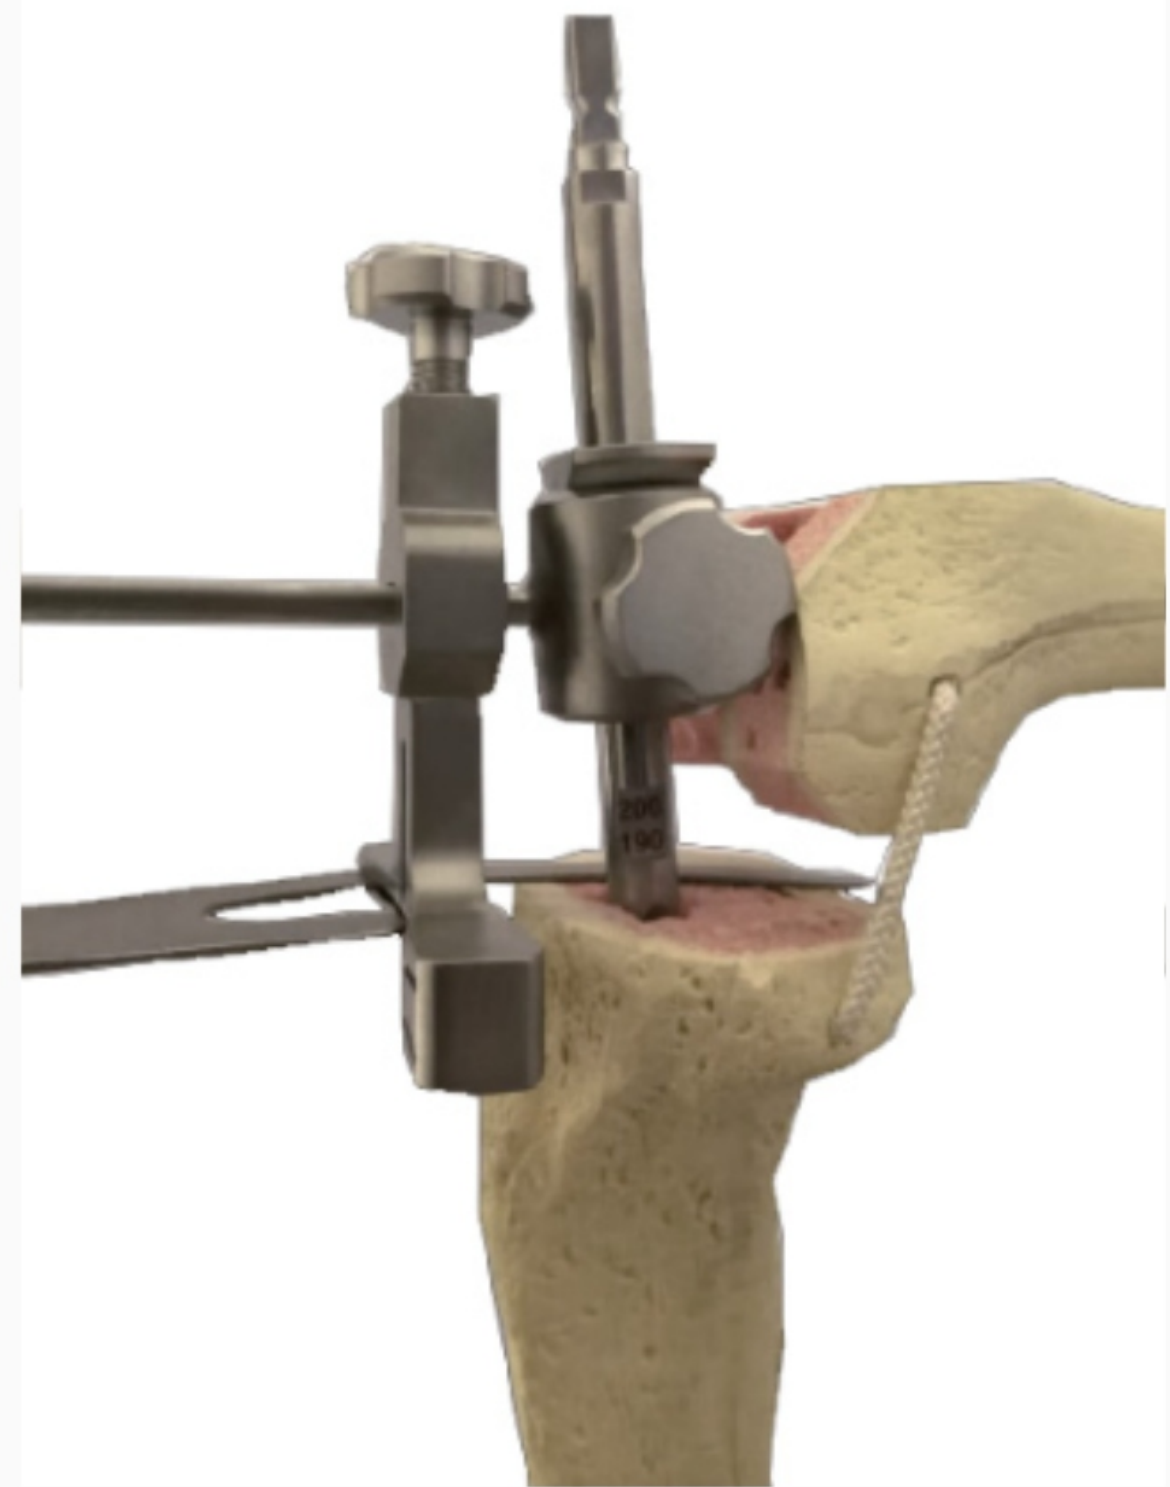

FIG. 2: INSTALACIÓN DE LOCALIZADOR DE CAVIDAD MEDULAR
- b. Mantenga la fresa final en posición (o utilice la varilla de extensión recta conectada al perno). Instale un localizador de cavidad medular tibial adecuado sobre la fresa o el conector (Fig. 2).